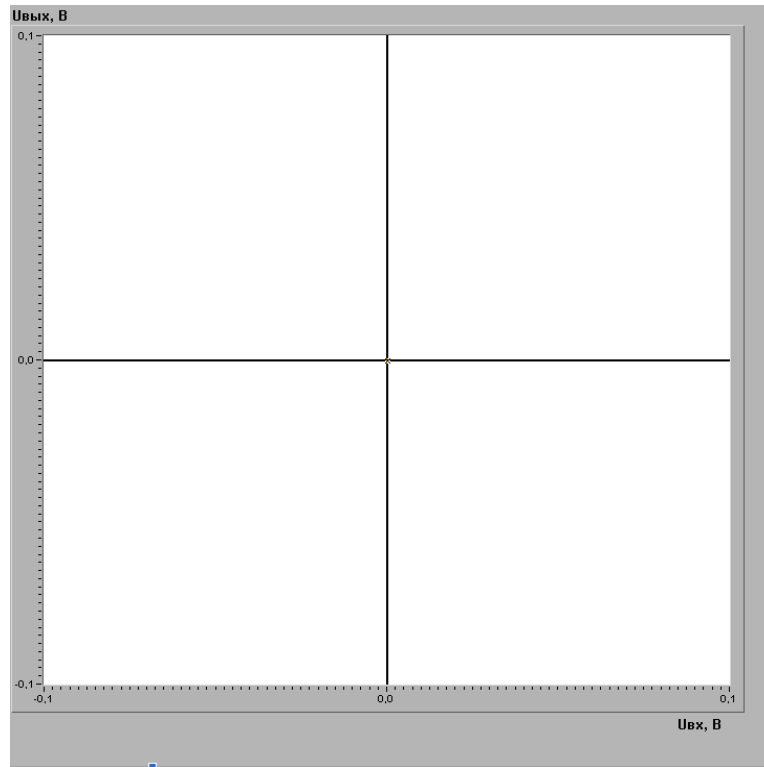

Рис. 4. Передаточная характеристика для определения напряжения смещения
3.4.2. Скопировать полученную передаточную характеристику в рис. 4 для  $R_3 = 30\text{кОм}$  и  $R_3 = 100\text{кОм}$ .